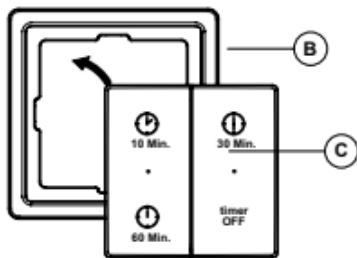

Fig 5.
2. Falls erforderlich: Bringen Sie den Schalter C im Rahmen B (Abb. 5) an und drücken Sie auf den Schalter, bis er einrastet.